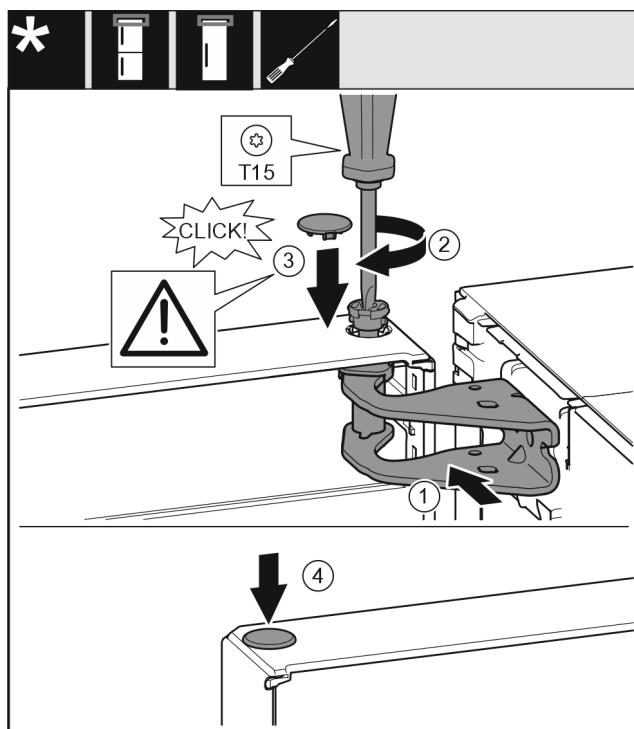

Fig. 26
- Niveloni derën lart në bazamentin mbështetës për hapjen e saj. Fig. 26 (1)
- Futni bulonin Fig. 26 (2) dhe mbërthejeni me një kaçavidë.
- Montoni kapakun mbulues të siguresës Fig. 26 (3) për sigurimin e derës: Vendosni kapakun mbulues të siguresës dhe kontrolloni nëse ai puthitet te dera. Nëse jo, futeni bulonin plotësisht.
- Vendosni tapën Fig. 26 (4) në vend.